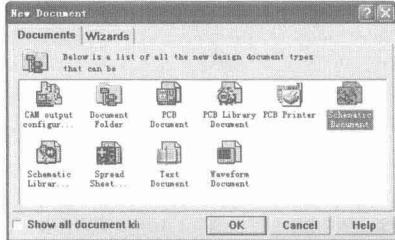

图 1-16 新建文件对话框
- 执行菜单命令 **【File】 / 【New】**，打开 **【New Document】**（新建文件）对话框，如图 1-16 所示。